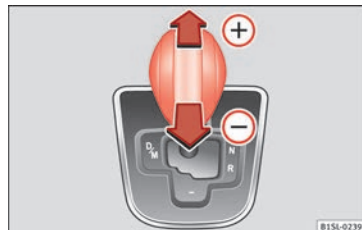

Bild 149 Spaken i Tiptronic-läget
- För spaken framåt  eller bakåt  för att växla upp eller ned en växel » bild 149.